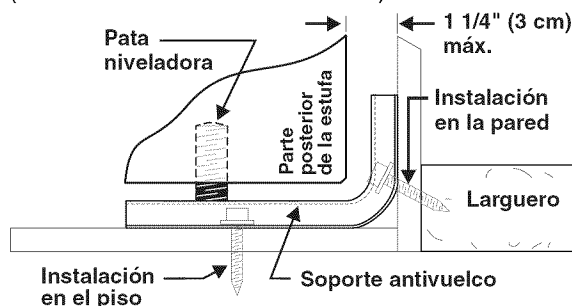

Fig 19
1. **Ubique el soporte utilizando la plantilla** - El soporte puede ser instalado ya sea en el lado izquierdo o derecho de la estufa. Consulte desde la Fig. 19, 20, y 22 para colocar el soporte si no se dispone de la plantilla.
- Si la parte trasera de la estufa será colocada contra la pared o a no más de 1-1/4" de la pared cuando ya esté instalada, usted puede usar el método de instalación en el piso o en la pared (Fig. 19).
- Para montaje en la pared (Fig. 19), ubique la plantilla colocando el borde trasero de la plantilla contra la pared trasera y el borde lateral de la plantilla en la marca hecha indicando el lado de la estufa. Coloque el soporte sobre la plantilla y marque la ubicación de los agujeros de los tornillos en la pared. Si la parte trasera de la estufa está a más de 1-1/4" de la pared cuando ya está instalada, instale el soporte en el piso.